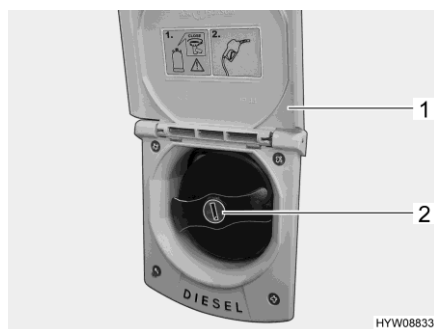

Bild 38 Bränslepåfyllningsrör
- Fäll upp luckan (Bild 38,1).
- Stick in nyckeln i låscylindern (Bild 38,2) och vrid moturs.